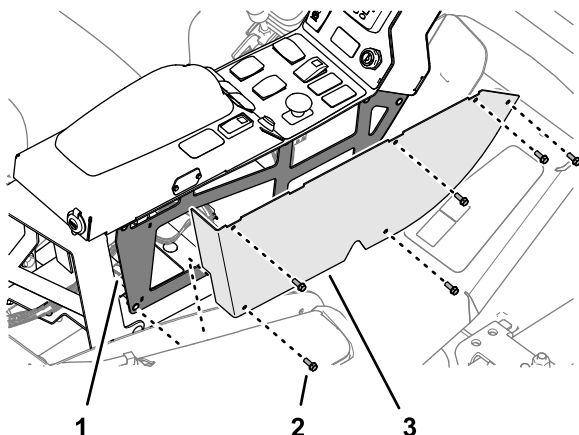

Figure 2
1. Sur le côté extérieur de la console de commande, retirez les 5 vis à embase qui fixent le couvercle droit de la console (Figure 2).